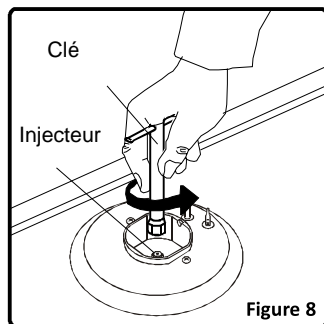

Figure 8
- Dévissez les injecteurs. Utilisez à cet effet une clé de 7 mm (Figure 8).